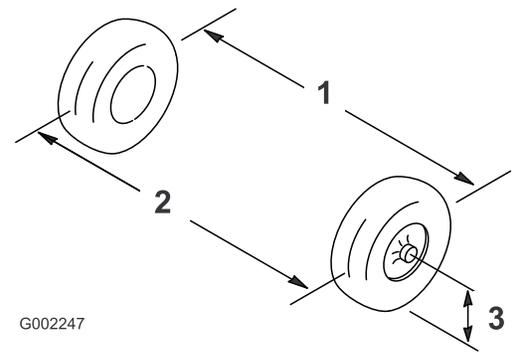

Bild 52
2. Messen Sie den Abstand zwischen beiden Vorderreifen auf Achshöhe (an der Vorder- und Rückseite der Vorderreifen) (**Bild 52**).